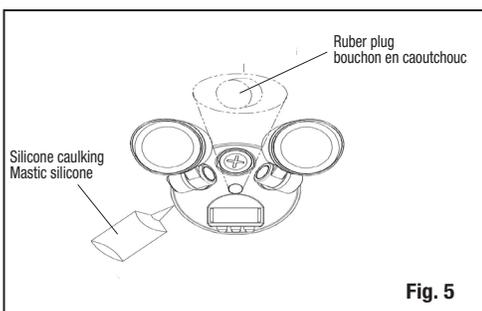

Fig. 5
6. Cover the bolt head with provided rubber plug (Fig. 5).
7. Apply silicone caulking (not included) around the perimeter of the fixture where it comes into contact with the mounting surface to seal against exposure to moisture (Fig. 5).
6. Couvrir la tête du boulon avec le bouchon en caoutchouc fourni (Fig. 5).
7. Appliquer du mastic silicone (non fourni) sur le périmètre du luminaire, à l'endroit où il entre en contact avec la surface de montage, pour éviter toute exposition à l'humidité (Fig. 5).